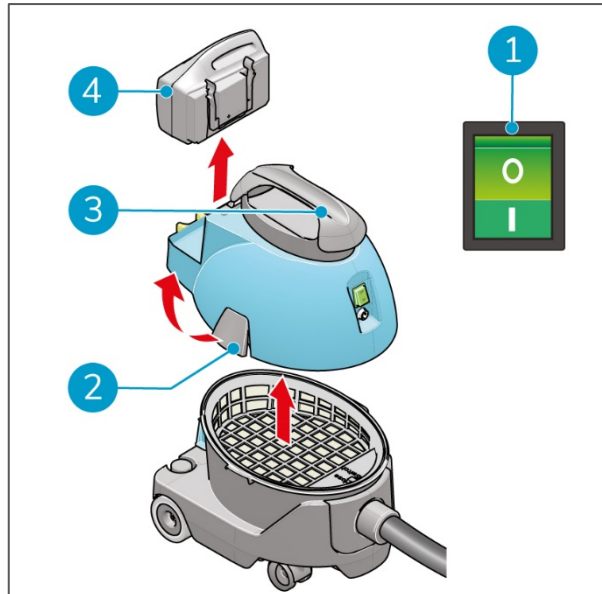

Abbildung 9
1. Schalten Sie den i-vac 5B mit dem ON/OFF-Schalter aus (Figure 9, Pos. 1).
2. Entnehmen Sie den Akku (Figure 9, Pos. 4).
3. Öffnen Sie die Riegel (Figure 9, Pos. 2).
4. Heben Sie den Deckel am Griff ab (Figure 9, Pos. 3).